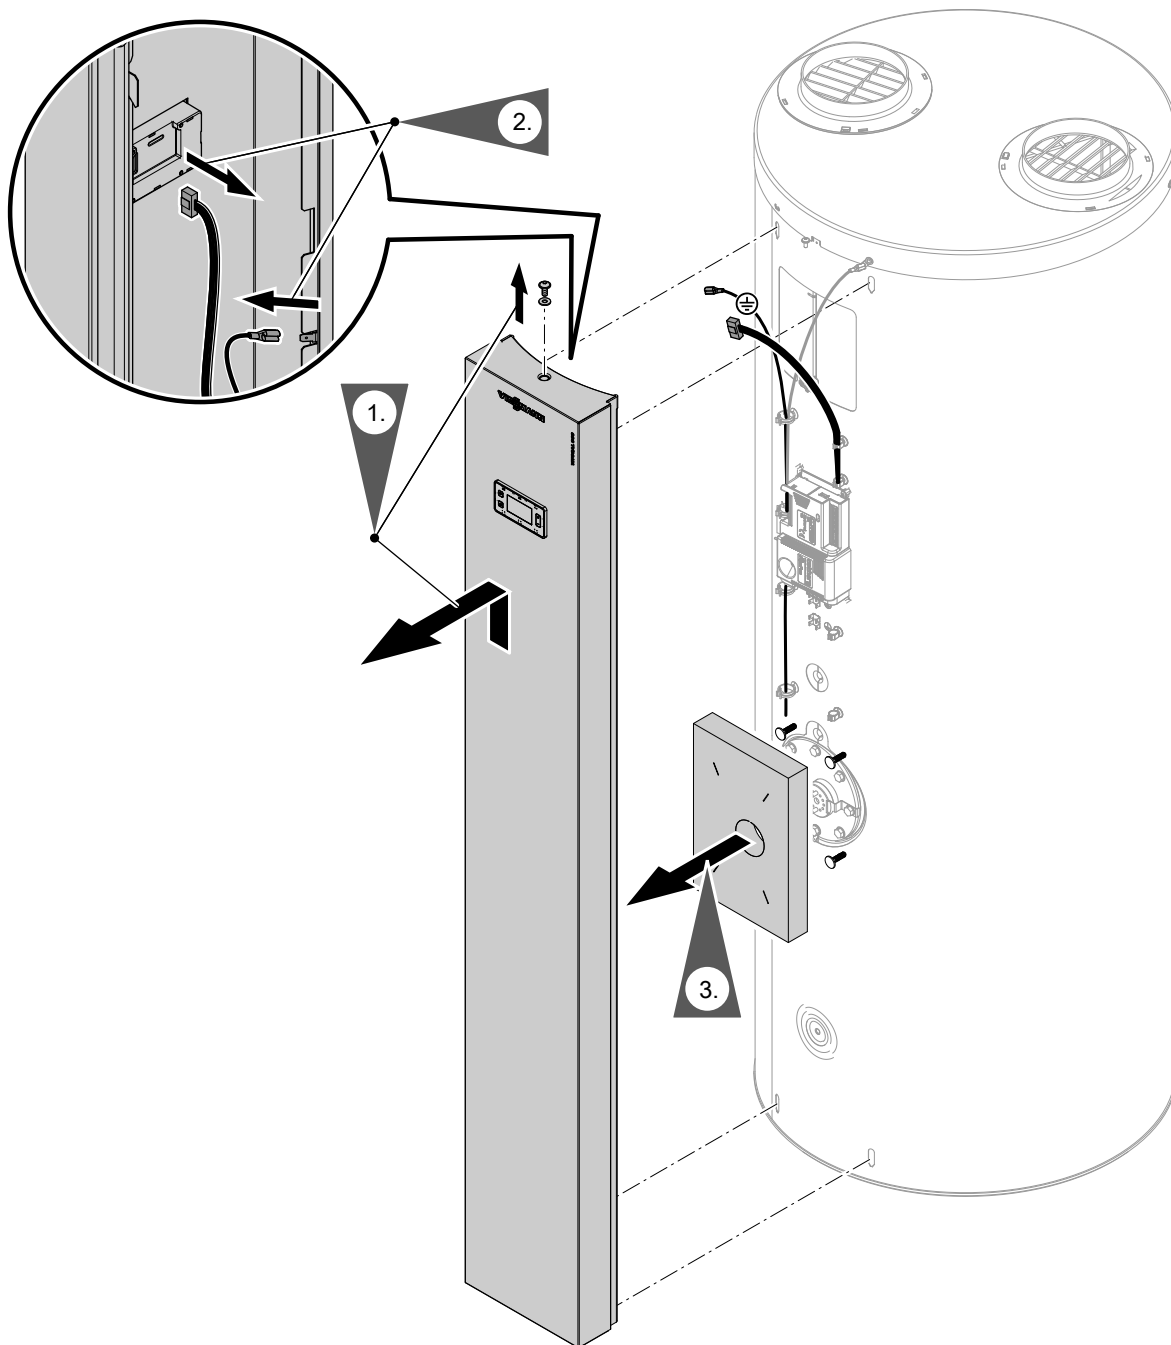

Abb. 27
3. Frontblende abbauen. Siehe Abb. 27.
- (A) Wärmepumpenregelung
- (B) Entriegelung:
- (C) Knopf unten: Entriegelt
- (D) Knopf oben: Verriegelt
2. Frontblende abbauen. Siehe Abb. 27, Seite 43.
3. Alle elektrischen Leitungen (B) von der Wärmepumpenregelung (A) lösen.